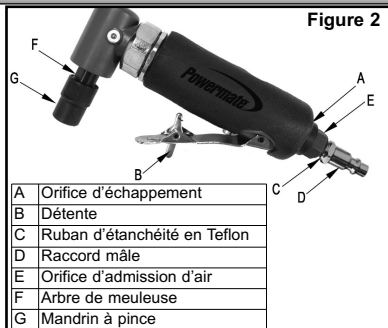

Figure 2
- Installez un raccord mâle 1/4 po NPT à l'orifice d'admission d'air de l'outil (voir Figure 2). **Remarque : Enveloppez toutes les extrémités filetées à l'aide de ruban d'étanchéité en Teflon®.**